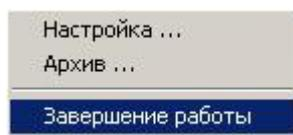

Рис.2.3.
2.2.2.1. Подменю «Работа» (Рис. 2.3).